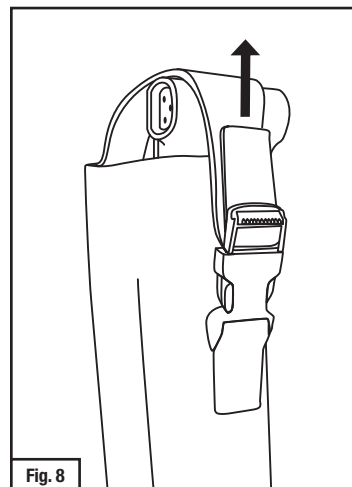
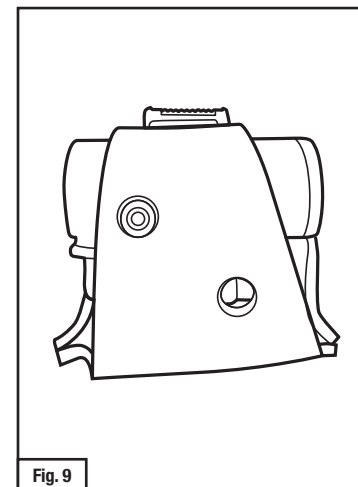

Fig. 8
Fig. 9
6. Com o adaptador e a bateria totalmente inserido no estojo, encaixe a fivela da aba superior no estojo. Puxe a cinta de couro localizada na fivela para apertar topo do estojo para um ajuste confortável (Fig. 8). Assegurar que a luz indicadora do adaptador pode ser vista através de um dos dois orifícios localizados na cinta da bolsa de transporte (Fig. 9).